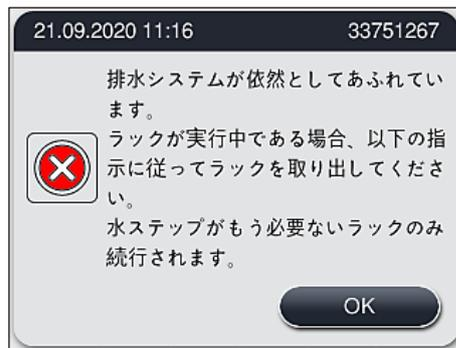

図 125
3. クリーニング対策にもかかわらず、詰まりが取り除けない場合は、危険水位が続くことから、水ステーションは無効となります。ディスプレイに水ステーションが故障している则表示されます。1つ以上のプログラムを中止するには、(→「図 123-2」) または (→「図 124-2」) を押します。意図的な中止プロセスが開始します。水ステップが必要ないプログラムは、染色プロセス終了まで続行されます。まだ1つ以上の水ステップが必要な残りのラックは、すべてキャンセルし、装置から取り出す必要があります。続くメッセージ (→「図 125」) を「OK」を押して確認します。